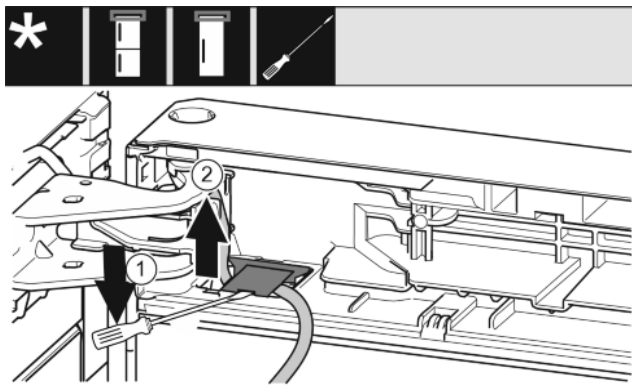

Fig. 17
- ▶ Mit dem Schlitzschraubendreher die Abdeckung anheben und herausziehen. Fig. 17 (1)
- ▶ Den Kabel herausziehen. Fig. 17 (2)